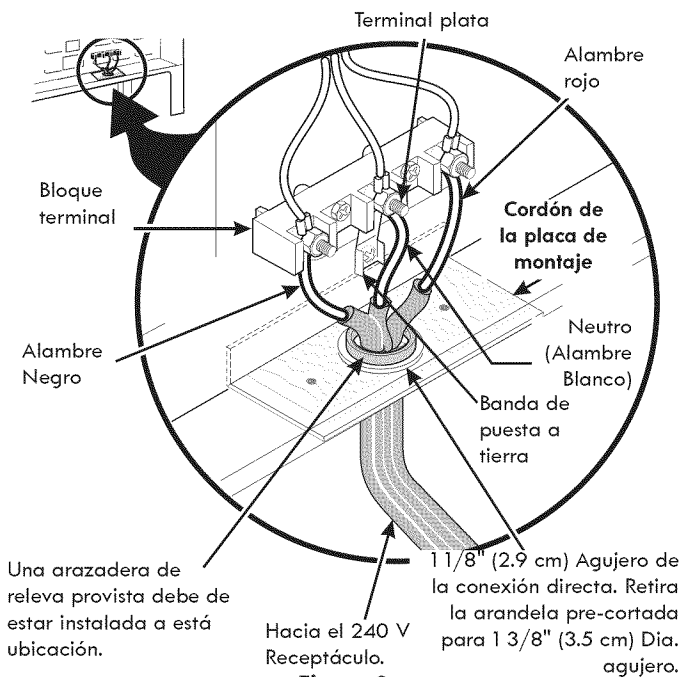

Figura 3
Si los códigos locales permiten la conexión del conductor a tierra del armazón al alambre neutral del cable de bronce del suministro eléctrico (vea figura 3).
2. Utilizar los tuercas suministraron en el paquete de la literatura para conectar la parte neutral del cable de bronce de suministro eléctrico al terminal plateado que se encuentra al centro del bloque terminal y, conectar los otros alambres a los terminales externos. Aparee los alambres y los terminales según el color (alambres rojos conectados al terminal derecho, alambres negros conectados al terminal izquierdo) (vea figura 3).